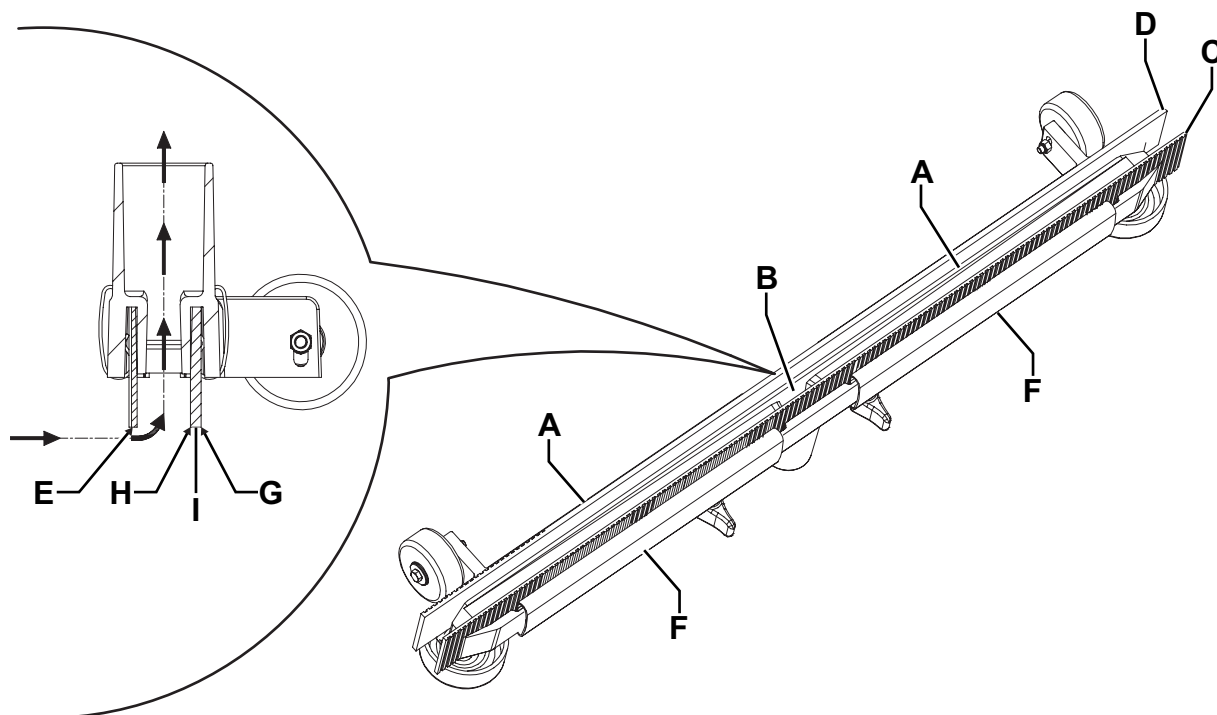

Figure 7
2. Contrôler que la manette (62) soit en position «0».
3. Baisser l'embouchure au moyen de la pédale (19).
4. Déconnecter le tuyau d'aspiration (22) de l'embouchure.
5. Desserrer les boutons (12) et déposer l'embouchure (11).
6. Laver et nettoyer l'embouchure. Nettoyer en particulier les compartiments de convoyage (A, Fig. 7) et l'orifice d'aspiration (B) de la saleté et des déchets.
7. Contrôler que la lamelle en caoutchouc avant (C) et la lamelle en caoutchouc arrière (D) sont intactes et qu'elles ne présentent pas de coupures ou déchirures ; dans le cas contraire, les remplacer (voir la procédure au paragraphe suivant).
2. Contrôler que les bords de la lamelle en caoutchouc avant (E, Fig. 7) et de la lamelle en caoutchouc arrière (I) se posent simultanément sur un plan, sur toute leur longueur ; dans le cas contraire, régler leur hauteur en procédant comme suit :
- Déposer les ressorts de fixation (F), puis régler la lamelle en caoutchouc avant (C) et la lamelle en caoutchouc arrière (D).
3. Contrôler que la lamelle en caoutchouc avant (C) et la lamelle en caoutchouc arrière (D) sont intactes et qu'elles ne présentent pas de coupures ou déchirures ; en cas contraire, les remplacer en procédant comme suit. Contrôler aussi que l'arête de la lamelle en caoutchouc arrière (H) n'est pas usée ; dans le cas contraire, renverser la lamelle, en remplaçant l'arête usée avec l'autre arête (G), si elle est encore intacte. Si l'autre arête est usée, remplacer la lamelle en caoutchouc, en procédant comme suit :
- Déposer les ressorts de fixation (F), puis remplacer (ou tourner) la lamelle en caoutchouc arrière (D).
4. Installer l'embouchure (11) et serrer les boutons (12).
5. Connecter le tuyau d'aspiration (22) à l'embouchure (11).